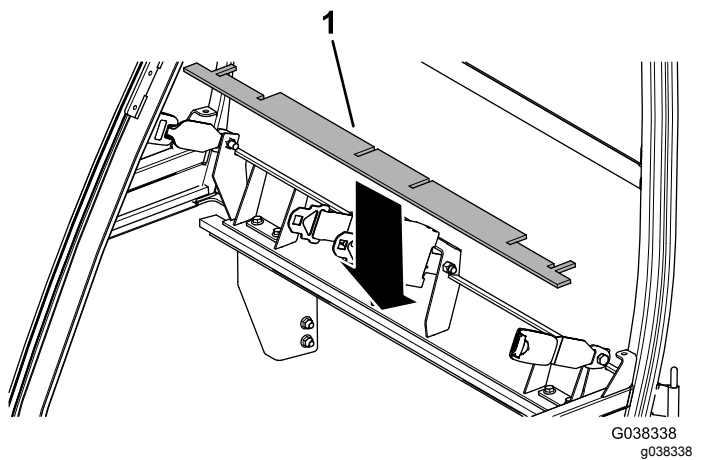

Figura 14
10. Montare la tenuta in schiuma sintetica posteriore superiore (Figura 14).